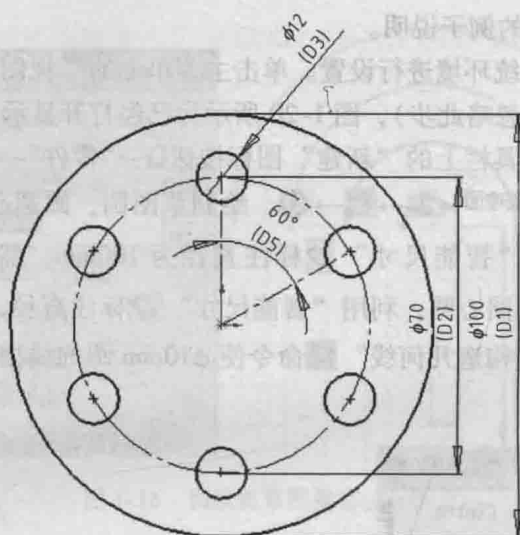

图 1-22 螺栓孔圆草图
(4) 把 $\phi 70\text{mm}$ 圆作为螺栓孔中心线的分布圆，画沿圆周均匀布置的 6 个 $\phi 12$ 的小圆，具体操作：先画一个，然后利用草图的圆周阵列功能画其余的 5 个，同时标注相邻小圆的角度为 60° ，然后通过加入几何限制条件，得到如图 1-22 所示的草图。